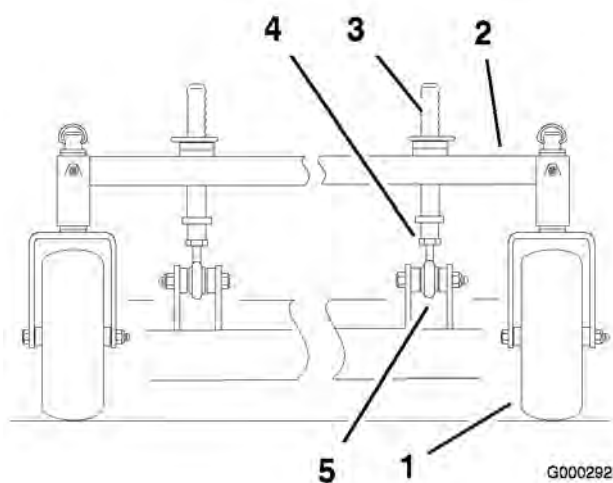

Figura 66
1. Para cambiar la inclinación longitudinal, pueden ajustarse los pilares delanteros de ajuste de altura de corte (Figura 66).
- Para elevar la parte delantera de la plataforma, afloje la contratuercas y haga girar el pilar delantero en el sentido de las agujas del reloj (Figura 66).
- Para bajar la parte delantera de la plataforma, afloje la contratuercas y haga girar el pilar delantero en el sentido contrario de las agujas del reloj (Figura 66).
- Apriete las contratuercas (Figura 66).